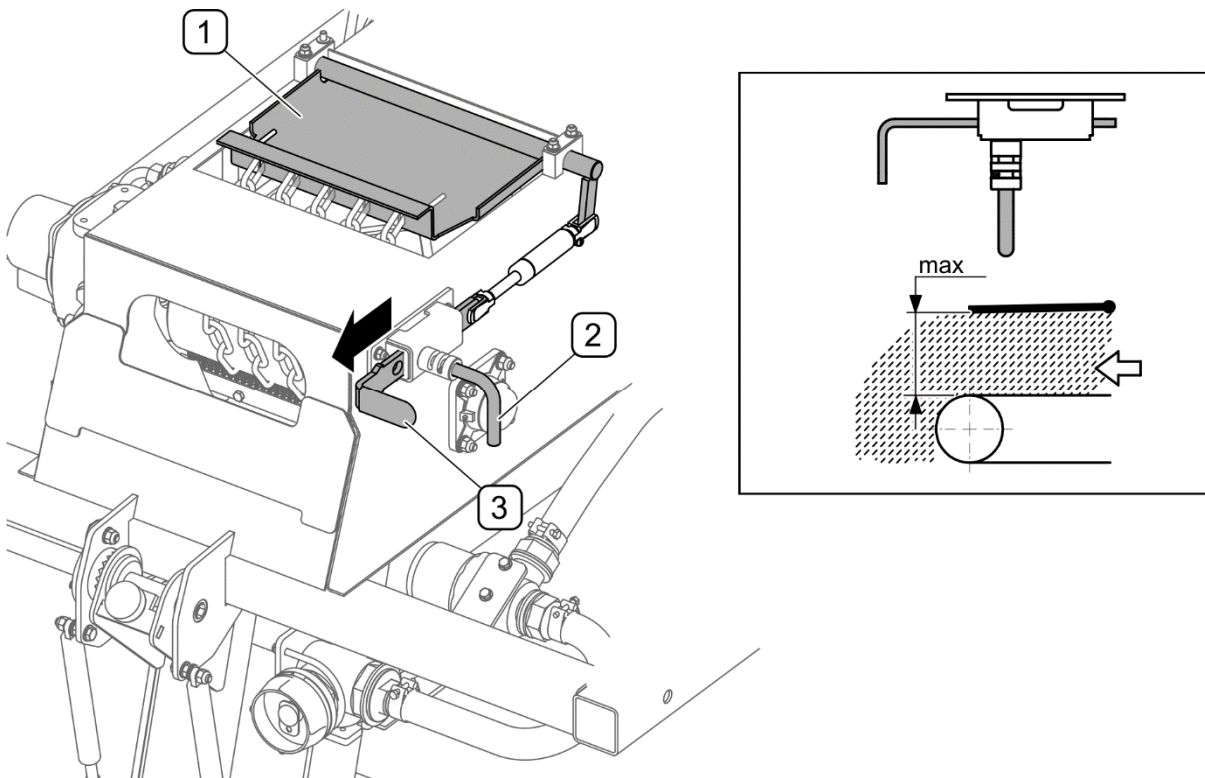

РИСУНОК 4.34 Установка заслонки для разгрузки
- установить заслонку в максимально открытое положение (РИСУНОК 4.34),
Для того, чтобы установить заслонку (1) в положение для разгрузки (РИСУНОК 4.34), необходимо повернуть и оттянуть шкворень (2) и поднять заслонку, потягивая за ползун (3). Установка заслонки в максимально открытое положение (РИСУНОК 4.34) используется только при выгрузке материала из бункера.